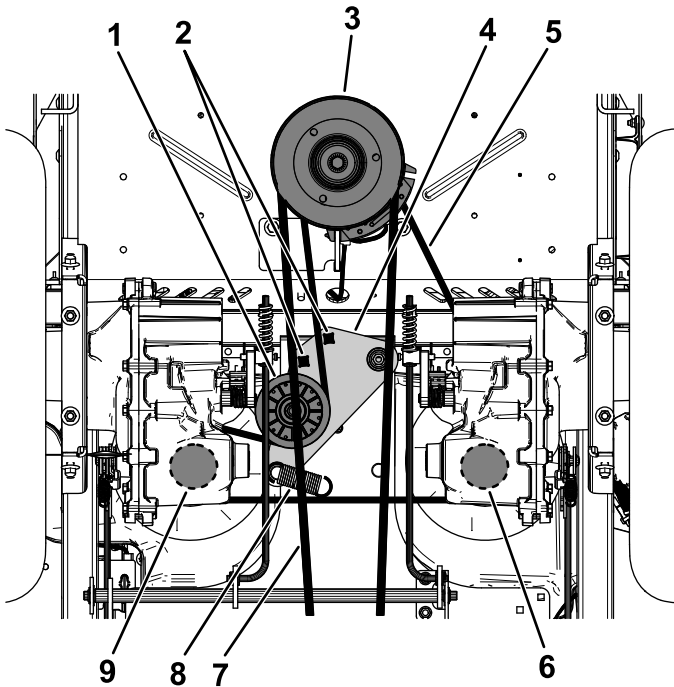

Figure 66
5. Insérez un rochet de $\frac{1}{2}$ pouce ou une poignée articulée dans les trous carrés du bras de la poulie de tension pour détendre le ressort de la poulie de tension (Figure 66).
6. Retirez la courroie existante de la poulie de tension, des 2 poulies d'entraînement de pompe hydraulique et de la poulie du moteur (Figure 66).
7. Chaussez la courroie neuve sur la poulie de tension, la poulie du moteur et les 2 poulies de la pompe hydraulique (Figure 66).